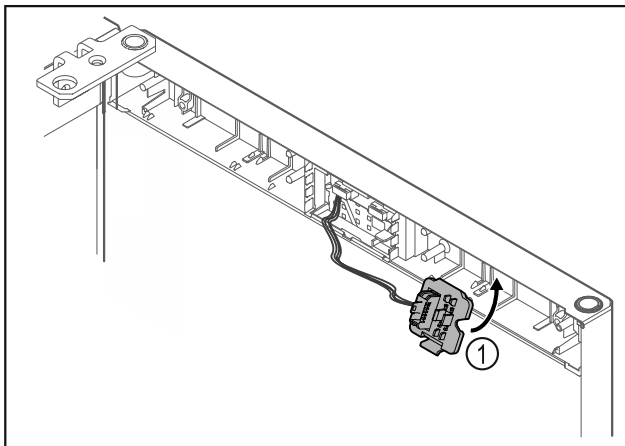

Fig. 23
- Sett pluggholderen Fig. 23 (1) fast på motsatt side.